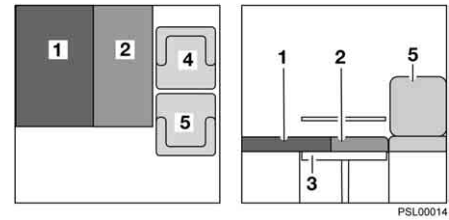

Fig. 28 Après la transformation
- Tirer le coussin d'assise (Fig. 28,2) sur la table.
- Placer le coussin de dossier (Fig. 28,1) sur la banquette.
- Pousser le siège passager (Fig. 28,5) aussi loin que possible vers le côté chauffeur.
- Rapprocher le siège conducteur (Fig. 28,4) aussi près que possible du siège passager.